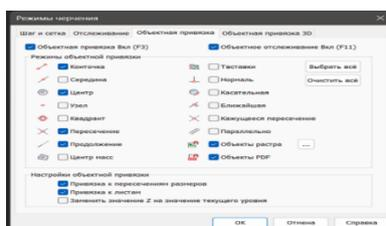

Рис. 2.31
1. Для активации функции объектной привязки, откройте диалоговое окно "Режимы черчения", которое находится в меню "Сервис" под наименованием "Режимы черчения" (рис. 2.31). В этом окне перейдите на вкладку "Объектная привязка", установите галочку в поле "Объектная привязка Вкл" (F3) и задайте желаемые параметры привязки.